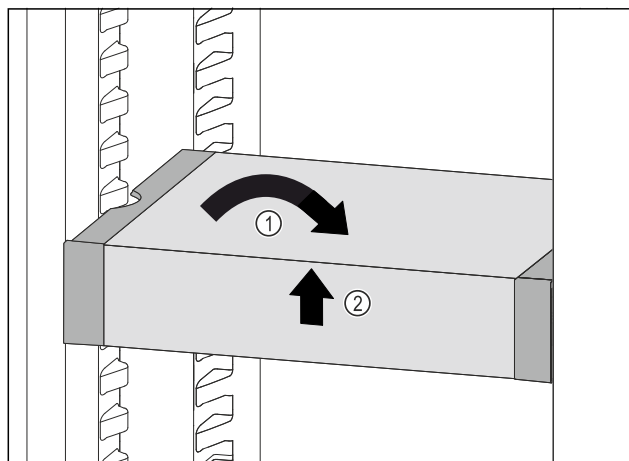

Fig. 124
- ▶ Ispravite VarioSafe. Fig. 124 (1)
- ▶ Podignite sprijeda VarioSafe. Fig. 124 (2)